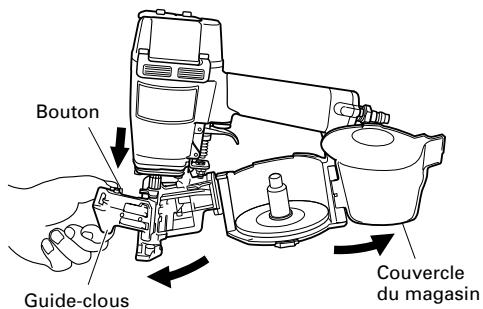

Fig. 1
(1) Saisir le guide-clous et le bouton avec les doigts. Appuyer sur le bouton et basculer le guide-clous pour l'ouvrir. Ensuite, ouvrir le couvercle du magasin. (Fig. 1)